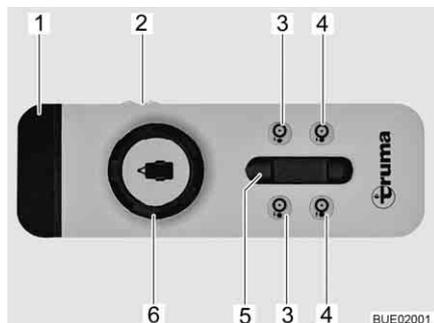

Bild 2 Fernbedienung
Das Fahrzeug wird mit einem Drehregler und einem Schieberegler an der Fernbedienung (Bild 2) gesteuert. Die folgende Tabelle beschreibt die Funktion der einzelnen Anzeige-/Bedienelemente:
- Schiebeschalter (Bild 2,2) an der Fernbedienung auf "EIN" stellen. Die grüne LED 4 (Bild 2,2) blinkt ca. 5 Sekunden lang und leuchtet dann dauerhaft. Das Rangiersystem ist jetzt betriebsbereit.
- Auf beiden Seiten die Antriebsrollen an die Räder schwenken. Dazu gleichzeitig die Tasten "Antriebsrollen an die Räder schwenken" (Bild 2,4) ca. 3 Sekunden lang drücken.
- Fahrzeug mit Drehregler (Bild 2,6) und Schieberegler (Bild 2,5) in gewünschte Position bewegen. Das Fahrzeug wird ruckfrei in Bewegung gesetzt und abgebremst.
- Auf beiden Seiten die Antriebsrollen von den Reifen wegschwenken. Dazu die Tasten "Antriebsrollen wegschwenken" (Bild 2,3) ca. 3 Sekunden lang drücken.
- Schiebeschalter (Bild 2,2) an der Fernbedienung auf "AUS" stellen.
Not-Aus Wenn im Betrieb Auffälligkeiten auftreten (z. B. unkontrolliertes Verhalten des Rangiersystems): Schiebeschalter (Bild 2,2) an der Fernbedienung auf "AUS" stellen.